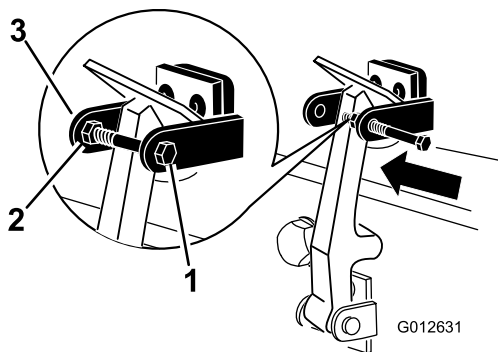

Figura 6
7. Aperte o parafuso no outro braço do suporte do trinco do capot para prender o trinco na posição (Figura 6). Aperte o parafuso firmemente, mas não aperte a porca.